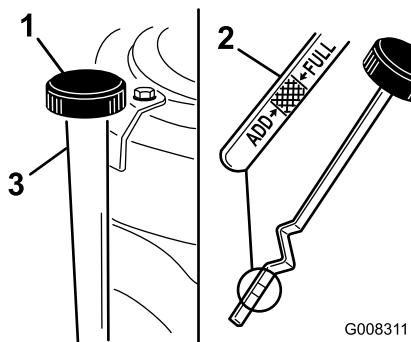

Figura 25
7. Limpie alrededor de la varilla (Figura 25) para impedir que caiga suciedad por el orificio de llenado y cause daños en el motor.
8. Desenrosque la varilla y límpie el extremo metálico (Figura 25).
9. Enrosque la varilla de aceite a fondo en el tubo de llenado (Figura 25).
11. Limpie alrededor de la varilla y desenrosque el tapón (Figura 25).
12. Vierta lentamente aproximadamente un 80% del aceite de motor por el tubo de llenado (Figura 25). Consulte Mantenimiento del aceite del motor.